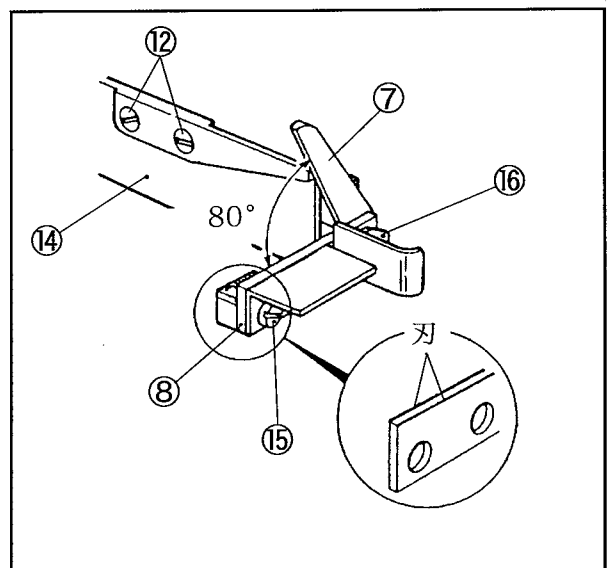

図10
- (4) 上メス⑦の静止位置は下メス⑧より上に約80°になるよう、駆動ギヤ④の止メネジ⑨を緩めて、上メス⑦を調整する。(図10)